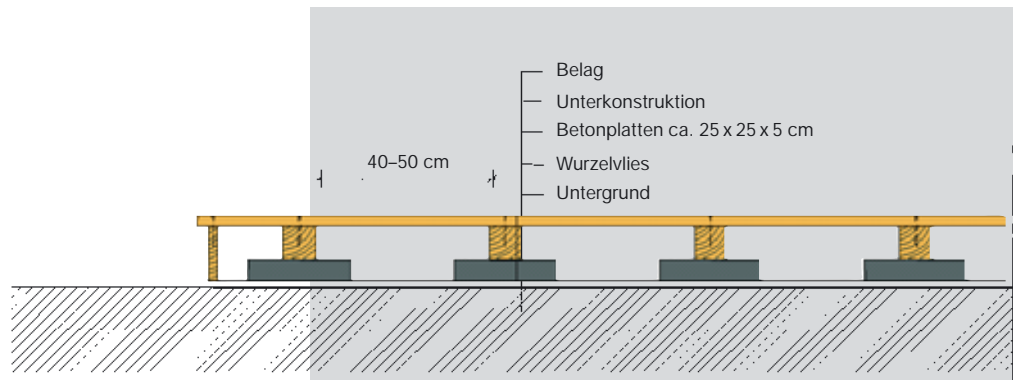
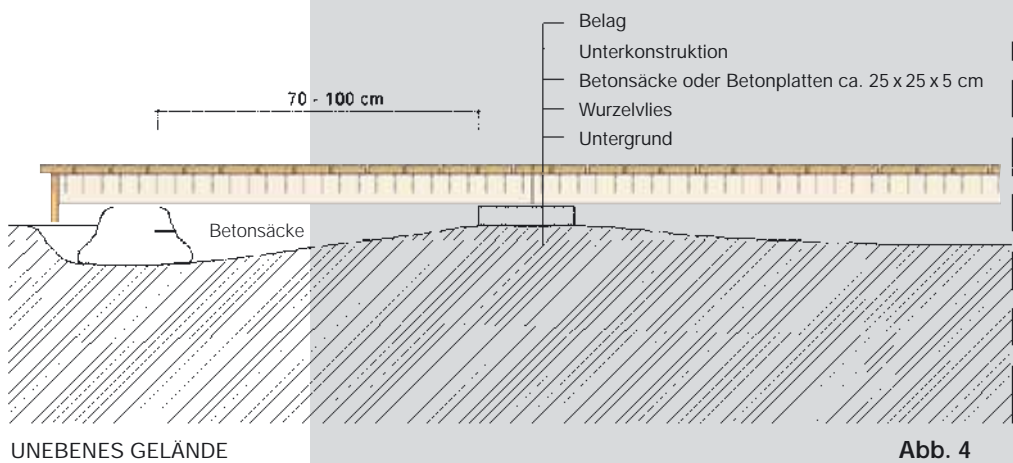

Abb. 2
Abb. 4
3. Bei ebenem Gelände können Sie alte Gehwegplatten als Auflage für die Unterkonstruktion verwenden (Abb. 2). Bei unebenem Gelände ist es empfehlenswert das Niveau mit in Säcken gefülltem Beton auszugleichen (Abb. 4). Selbstverständlich sind auch Punkt-Streifenfundamente möglich.